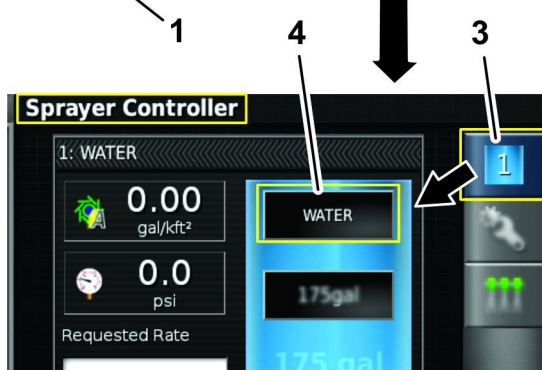

Bild 26
2. Tippen Sie auf das Sprühsteuergerät-Symbol und erweitern Sie den Bereich „Sprayer Controller“ (Bild 26).
3. Tippen Sie auf das Symbol ECU 1 (Bild 26).
4. Tippen Sie auf das PRODUKTKONFIGURATION-Symbol (Bild 26).